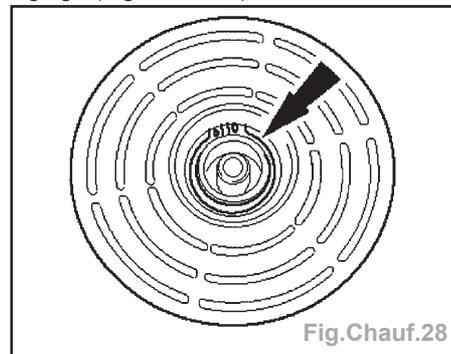

Fig.Chauf.28
- Déposer la poulie de compresseur de climatisation ainsi que les cales de réglage (Fig.Chauf.28).